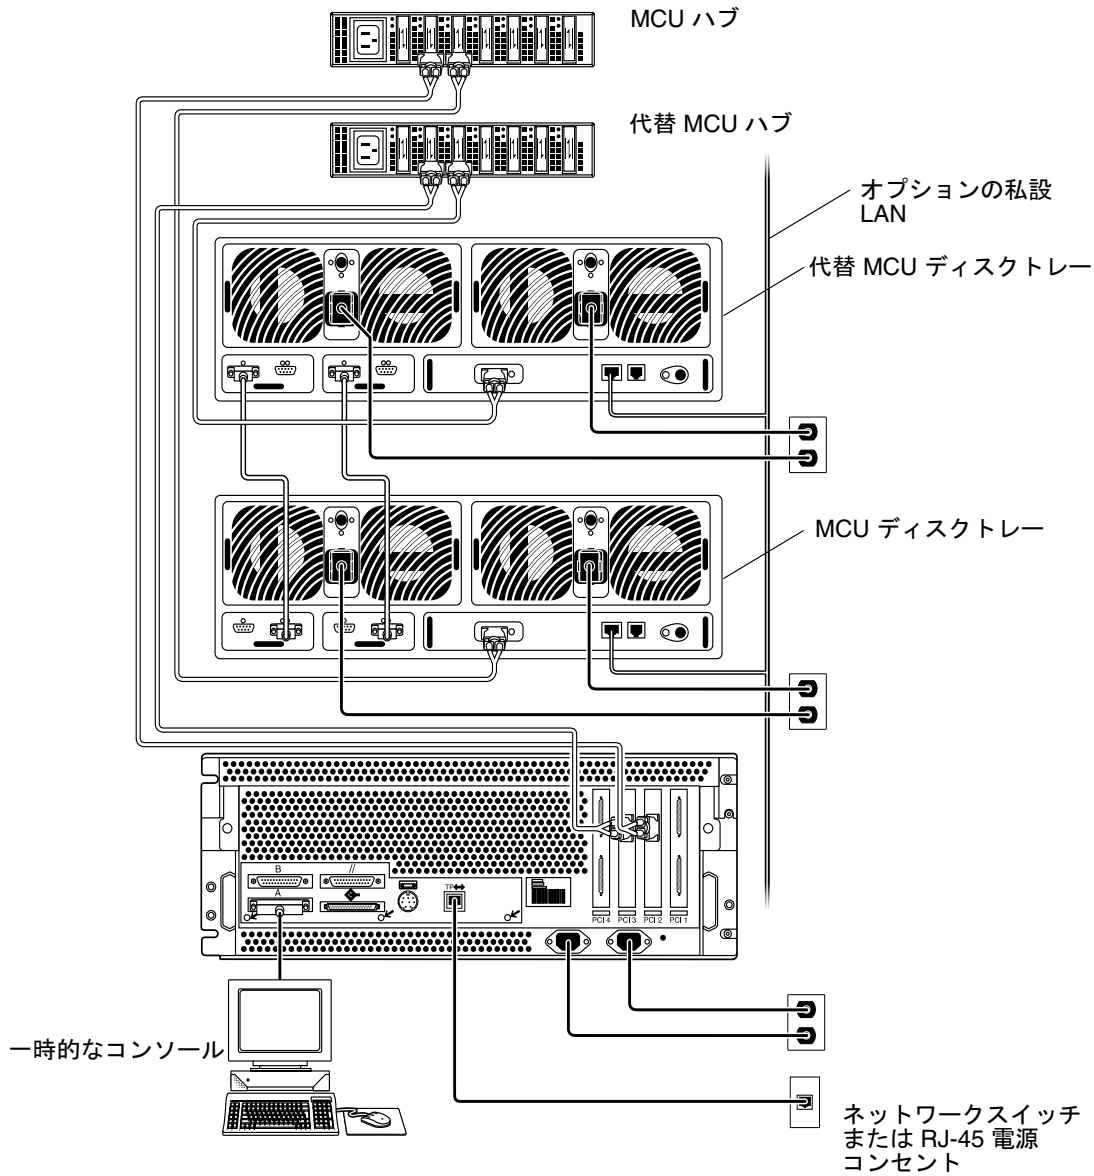
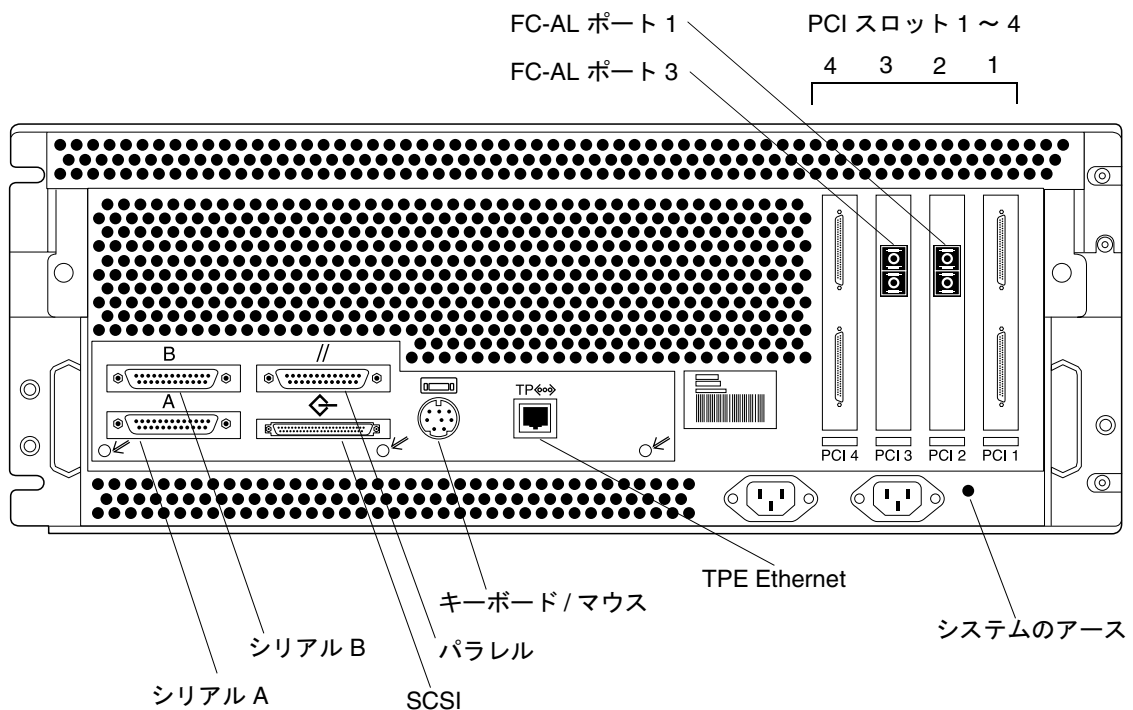

図 7 設定を目的とした Sun Enterprise 420R Server とディスクトレイのパートナーグループとの接続
図 8 Sun Enterprise 420R Server の背面パネルの詳細と接続
3. 図 7 のように、光ファイバケーブルのもう一方の端を MCU ハブの FC-AL (Fibre Channel Arbitrated Loop) ポートに接続します。
6. 図 7、図 8、図 9 で示すように、MCU ハブ出力からの光ファイバケーブルを Sun Enterprise 420R Server の FC-AL ポート 1 に接続します。
7. 図 7、図 8、図 9 で示すように、代替 MCU ハブ出力からの光ファイバケーブルを Sun Enterprise 420R Server の FC-AL ポート 3 に接続します。
10. シリアルケーブルを使用して、Sun Enterprise 420R Server のシリアルポート A (図 7 を参照) とネットワークの初期構成中にコンソールとして動作するホストを一時的に接続します。
11. Sun Enterprise 420R Server に付属のネットワークより対線 Ethernet (TPE) ケーブルを、Sun Enterprise 420R Server のネットワークポート (図 7 および 図 8 を参照) からネットワークスイッチまたは TPE (RJ-45) 電源コンセントに接続します。
15. すべてのケーブルが図 7 および図 9 のように接続されていることを確認します。